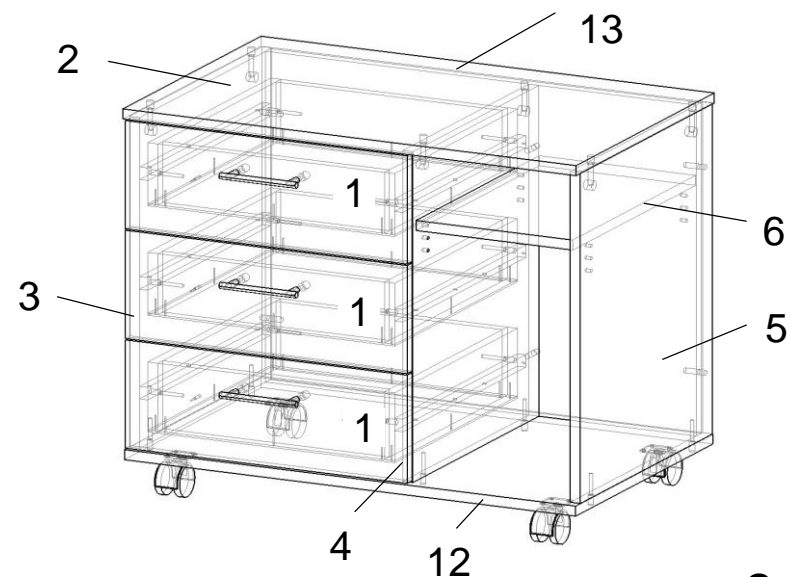

рис. 2
- Соберите корпус тумбы (рис. 2). Закрепите стойку 3 и дно 12 с помощью евровинтов (б). Соедините заднюю панель 13 и стойку 3 шкантами (в). Также соедините стойки 4, 5 к панели 13 и дну 12. Закрепите крышку 2 к стойкам 3, 4, 5 эксцентриковой стяжкой (а). Установите колесные опоры (г) к дну 12 шурупами (е) в указанных точках. Установите полку 6 на полкодержатели (л).